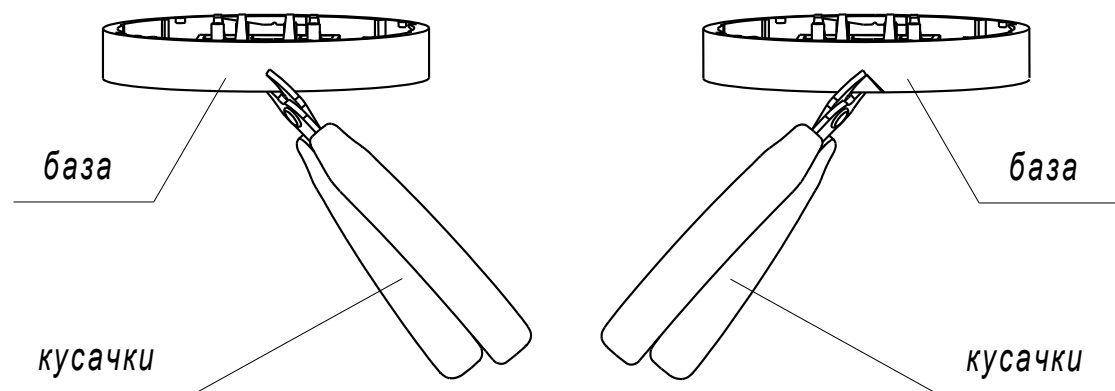

Рисунок 3 – Формування пазу для заведення провідників
6.1 Для встановлення оповіщувача необхідно базу від'єднати від оповіщувача, якщо провідники будуть заводитись збоку бази, вирізати в ній пази для провідників (рисунок 3), й закріпити її на стелі приміщення за допомогою дюбелів або гвинтів. **Перед введенням провідників в базу необхідно обов'язково зняти зовнішню ізоляцію. Не допускаються перекося та деформування бази.** Монтування бази оповіщувача проводити лише на **плоску поверхню**, для запобігання перекосям при затягуванні гвинтів; у випадку коли це неможливо, необхідно встановлювати базу на плоску підставку.